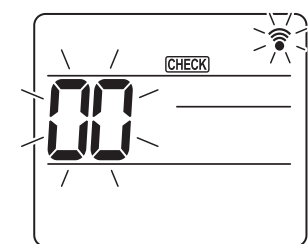
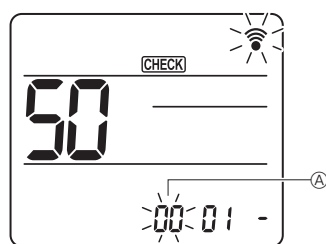
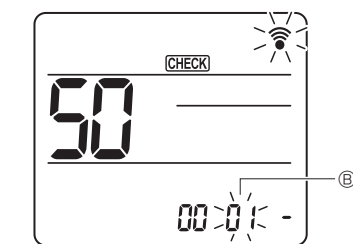
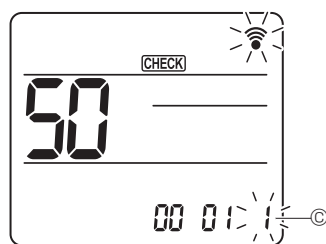

Fig. 7-16
Fig. 7-17
Fig. 7-18
Fig. 7-19
#### 7.4.2. Através do controlo remoto sem fios (Fig. 7-16, Fig. 7-17, Fig. 7-18, Fig. 7-19)
(Inicie esta operação a partir do estado de desligado do visor do controlo remoto.) [CHECK] (VERIFICAR) acende e "00" pisca. (Fig. 7-16)
- ② Definir o número da unidade
Prima o botão [1] para definir o número da unidade ①. (Fig. 7-17)
- ③ Selecione um modo
Prima o botão [1] para definir o número do modo ②. (Fig. 7-18)
- ④ Selecionar o número de definição
Utilize o botão [1] para alterar o número de definição ③. (Fig. 7-19)